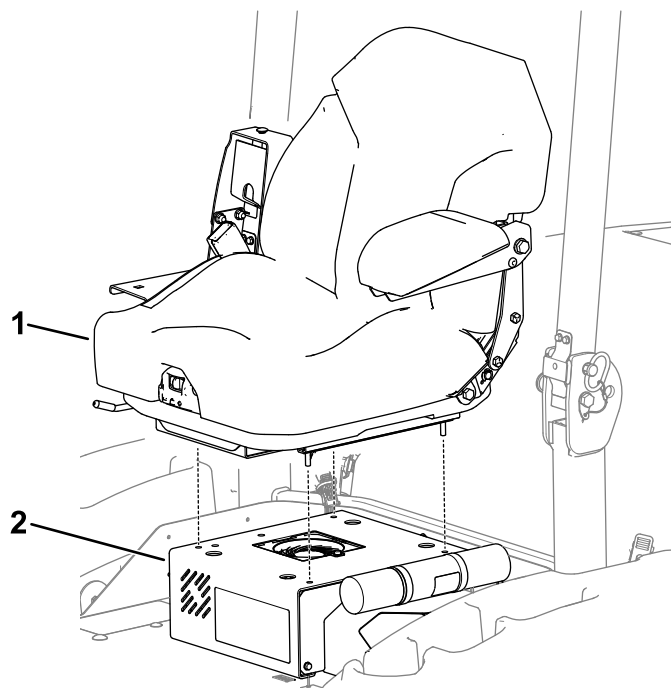

図 5
- 図 5はグランドマスター e3200 と e3300 の場合